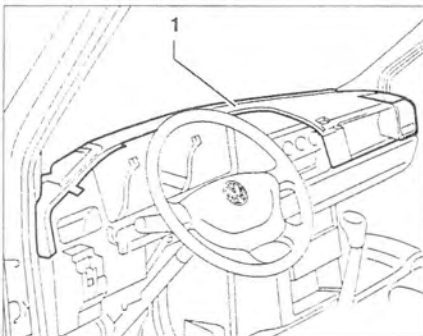

Рис. 10.41. Снимите крышку **1** панели приборов.
23. Снимите крышку **1** панели приборов (рис. 10.41).